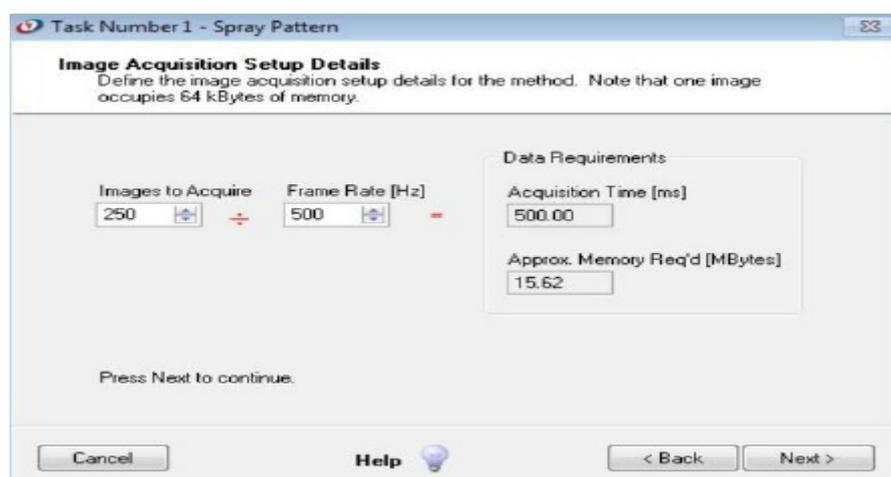
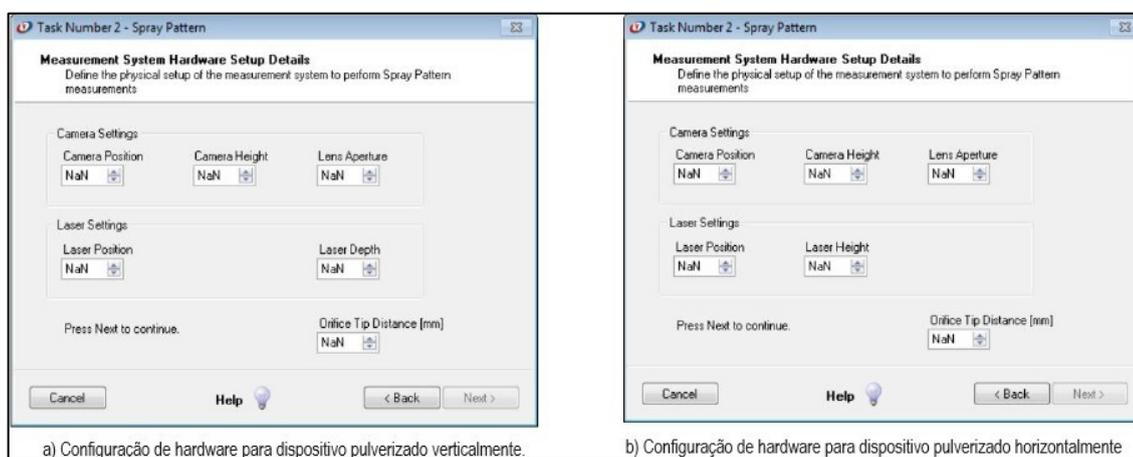
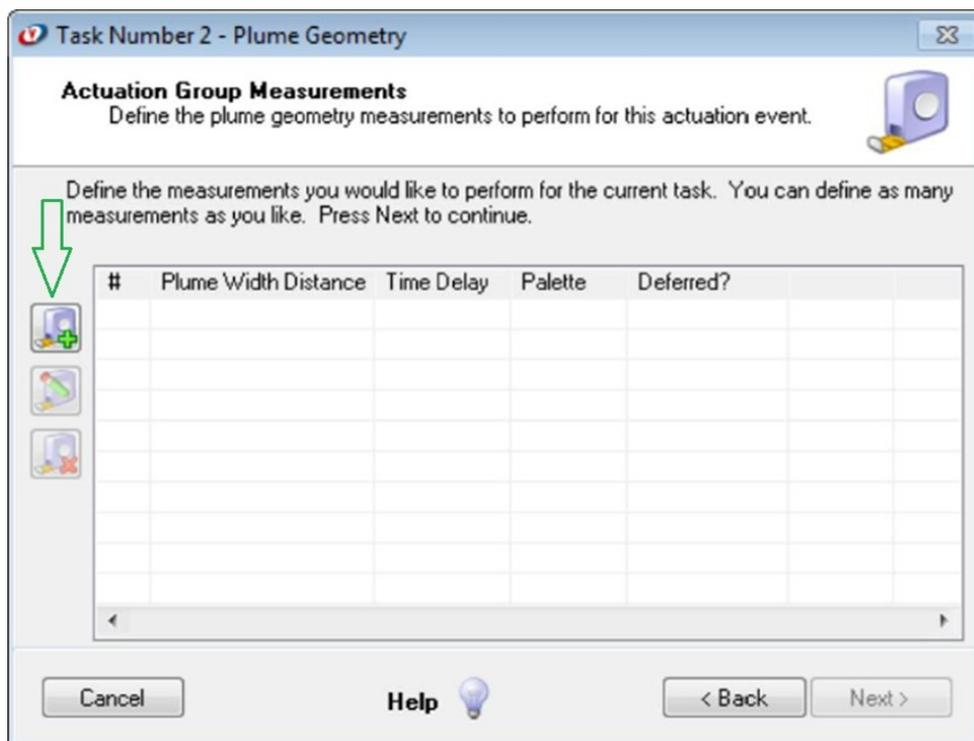

Figura 32. Caixa de diálogo detalhes de configuração de aquisição de imagem para pulverização.
Figura 33. Caixa de diálogo Detalhes de configuração de hardware do sistema de medição para tarefas de padrão spray/pulverização.
Figura 34. Caixa de diálogo medidas de grupo de atuação para tarefas de geometria de pluma.
g) Defina detalhes de aquisição de imagem: Para definir os detalhes de aquisição da imagem conforme Figura 32, selecione o número de imagens a serem adquiridas usando o *Images to Acquire* na tarefa *Image Acquisition Setup Details*. O valor padrão é 250. Selecione a frequência de aquisição da imagem usando o controle *Framing Rate*. O valor padrão é 500 Hz. O software Viota calcula automaticamente a quantidade de tempo e memória necessária para que realize a aquisição de imagem com base nas seleções e exibe esta informação nos indicadores de Requisitos de Dados. Clique no botão *Next >*. Observe que a caixa de diálogo detalhes da configuração do hardware do sistema de medição aparecerá conforme Figura 33.
h) Defina detalhes de configuração de hardware do sistema de medição: Esta etapa permite ao usuário que defina onde o hardware do sistema de medição deve ser posicionado quando o método for executado. Um usuário pode ter que fazer testes para determinar as configurações de hardware apropriadas para seus requisitos específicos. Veja que, *NaN* indica que (não é um número) e é usado como valor padrão para todos os controles que exigem entrada do usuário, conforme Figura 33. Para que se defina os detalhes de configuração do hardware do sistema de medição, selecione as configurações da câmera *Camera Settings* e *Laser Settings*. Clique no botão *Next >*. A caixa de diálogo *Group Measurements* aparece conforme Figura 34. As opções incluem:
- (1) Para adicionar uma medida de geometria de pluma (o usuário deve definir pelo menos uma medida por tarefa): Clique no botão *Add New Measurement* e adicione nova ferramenta de medição conforme Figura 34.
- (10) Selecione primeiro, o modo *Mode* como distância em mm *Dist (mm)* ou tempo em ms *Time (ms)*. Isso significa que selecionou se a velocidade frontal instantânea da pluma será informada a uma distância selecionada do bocal do dispositivo ou em um momento específico.
- (11) Após selecionar o modo, você insere a distância ou o tempo no campo correspondente.
- (12) Selecione se deseja ou não adiar a medição.
- (13) Selecione a paleta de exibição a ser usada.
- (14) Adicione se necessário outra medição de geometria de pluma ou velocidade frontal de pluma (PFV) ao método: Repita as etapas (1) a (8) ou (8) a (14) acima.
- (15) Edite a definição de detalhes de medição: Selecione a medição a ser editada na Tabela *Actuation Group Measurements* conforme Figura 34. Clique no botão *Edit Measurements Details* e siga as etapas (1) a (8) citadas acima para editar detalhes.
- (16) Exclua uma medição de geometria de pluma do método: Selecione a medição a ser excluída da Tabela *Actuation Group Measurements* conforme Figura 34. Clique no botão *Delete Measurement Details*. A medida selecionada é removida da Tabela de medidas do grupo de atuação.
- (17) Finalize a definição da tarefa geometria da pluma *Plume Geometry*: Clique no botão *Next >* conforme Figura 34, e em seguida clique no botão *Finish* na caixa de diálogo seguinte.